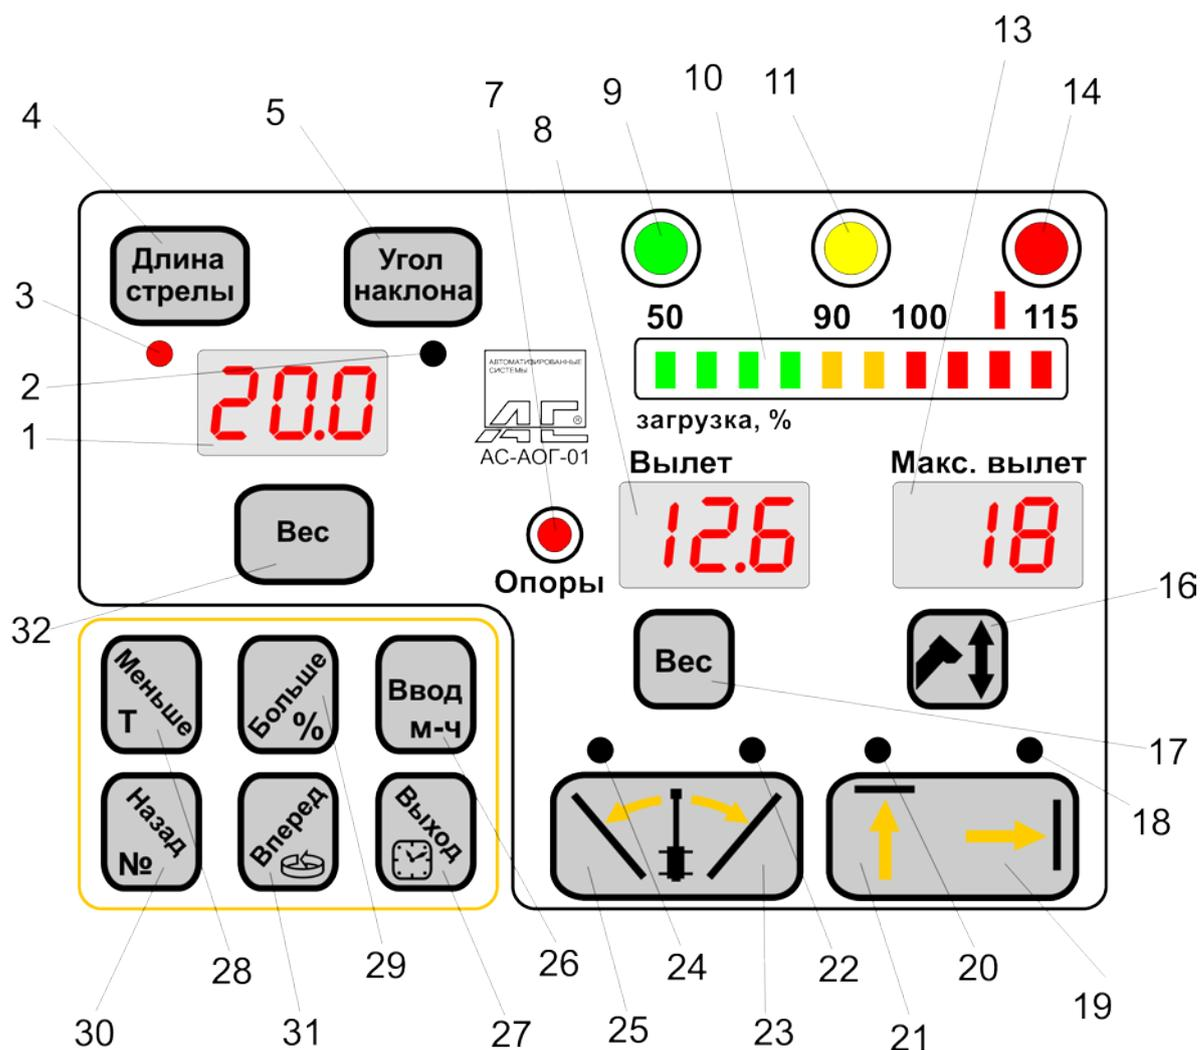

Рис. 4
6.4.8. На панели индикации и управления блока АОГ, Рис.4, расположены: линейный аналоговый индикатор загрузки, 3 цифровых дисплея, характеризующих режим работы подъемника, кнопки управления, кнопки включения и выключения различных видов ограничений координатной защиты и индикаторы, характеризующие состояние системы после нажатия соответствующих кнопок.